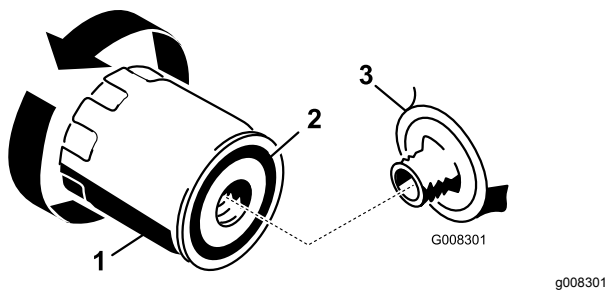

Bild 25
2. Entfernen Sie den alten Ölfilter und wischen Sie die Dichtfläche am Anbaustutzen ab (Bild 25).
3. Schmieren Sie die Gummidichtung am neuen Ölfilter (Bild 25) mit etwas Frischöl ein.
5. Ziehen Sie den Filter um eine weitere $\frac{1}{2}$ bis $\frac{3}{4}$ Umdrehung (Bild 25).